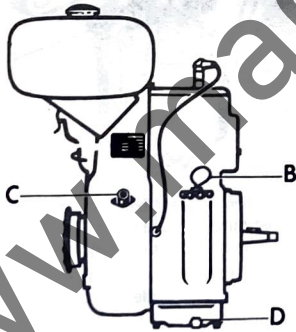

Bild 1
Handelsübliches Benzin (Oktanahl mind 86 ROZ) durch einen Siebtrichter in den Kraftstofftank füllen. Mit Hilfe des Oelmesstabes (B, Bild 1) den Ölstand messen, Motor *waagrecht* abgestellt. Hierzu Oelmesstab ganz einstecken. Der Ölstand soll nicht unter dem unteren und nicht über dem oberen Strich am Oelmesstab sein. Luftfilter prüfen; falls nötig reinigen. Falls der Motor mit einem Ölbadluftfilter ausgerüstet ist, frisches Öl bis zum vorgeschriebenen Ölstand auffüllen. (Bitte Anweisungen gemäss Schmier- und Wartungsplan auf Seite 8 beachten).
- Bei Betrieb mit Benzin** : Motor auf « Leerlauf » stellen und Abstellknopf drücken (C, Bild 1). Kraftstoffhahn schliessen.
- Bei Betrieb mit Petroleum** : Kraftstoffhahn auf « Benzin » stellen und Motor während 2-3 Minuten laufen lassen. Dann Motor auf « Leerlauf » stellen und Abstellknopf drücken (C, Bild 1). Kraftstoffhahn schliessen.